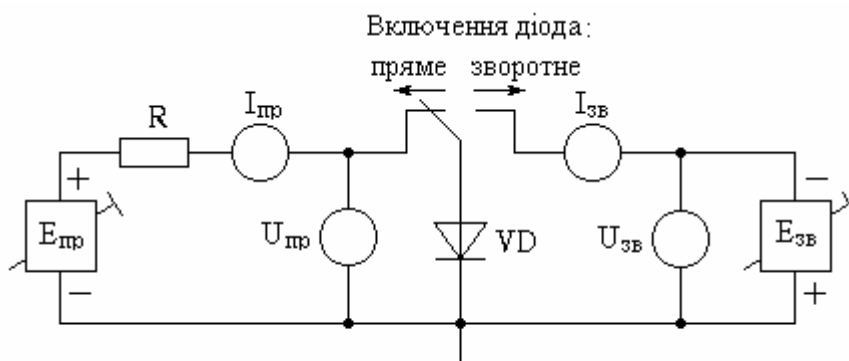

Рисунок 4.1 – Схема дослідження діода
- 4.1 Порівняти складену схему дослідження (рис. 4.1) з лабораторним стендом і знайти джерела живлення, органи керування та вимірювальні прилади.